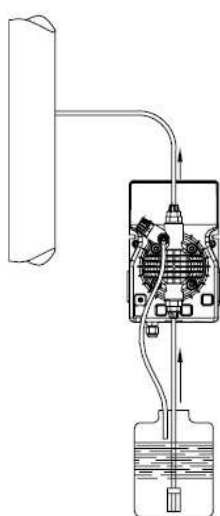
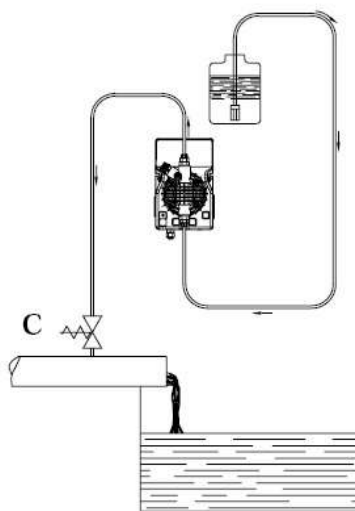

Рис. 5
Рис. 6
c. — Расположите насос, как показано на рис. 5, учитывая, что его можно устанавливать, как выше, так и ниже уровня дозируемой жидкости, при этом перепад уровней не должен превышать 2-х метров. Если система работает при атмосферном давлении (без обратного), а емкость с реагентами расположена выше насоса (рис. 6) необходимо часто проверять состояние клапана впрыска, т.к. его износ может вызвать попадание реагента в систему даже при выключенном насосе. Если данная проблема появляется, Вам необходимо установить антисифонный клапан (C) между точкой выброса и клапаном впрыска (либо заменить стандартный клапан впрыска на антисифонный клапан). Не устанавливайте насос над емкостью с химическими препаратами, выделяющими большое количество паров, за исключением случаев, когда емкость герметично закупорена.